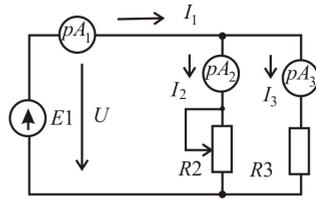

Рис. 2.2.
В параллельной цепи, приведенной на рис. 2.2, все ветви находятся под одним и тем же напряжением U , а токи в ветвях обратно пропорциональны их сопротивлениям.
2. Для схемы на рис. 2.2 получите зависимости $I_2 = f(R_2)$, $P_2 = f(R_2)$ и постройте их графики.
2. Соберите электрическую цепь по схеме на рис. 2.2.